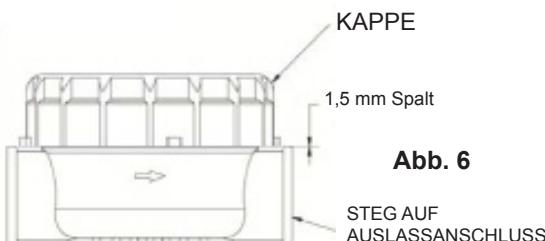

Abb. 6
5. Die Zählerkappe handfest anschrauben. Zur Prüfung der Festigkeit sollte zwischen Kappe und Rippe am Auslassanschluss ein 1,5 mm breiter Spalt sein. (Siehe Abb. 6).